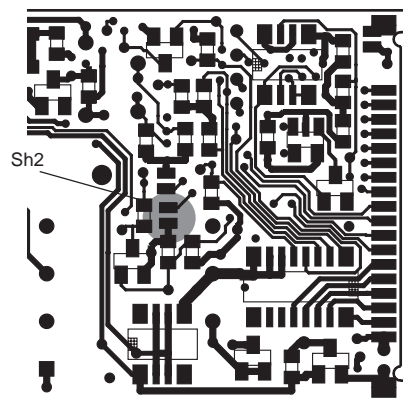

Fig.9
- 5) Saldar las piezas del contacto Sh2 (ver fig.9).